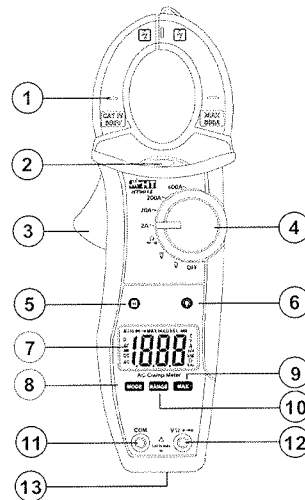

Abb. 1: Instrumentenbeschreibung
1. Halten Sie das Messgerät in die Nähe der Spannungsquelle und beachten Sie die das Aufleuchten der roten LED (siehe Abb. 1) unterhalb der Zangenbacke, die ein Vorhandensein eines Spannungsfeldes anzeigt.
1. Halten Sie das Messgerät in die Nähe der Spannungsquelle und beachten Sie die das Aufleuchten der roten LED (siehe Abb. 1) unterhalb der Zangenbacke, die ein Vorhandensein eines Spannungsfeldes anzeigt